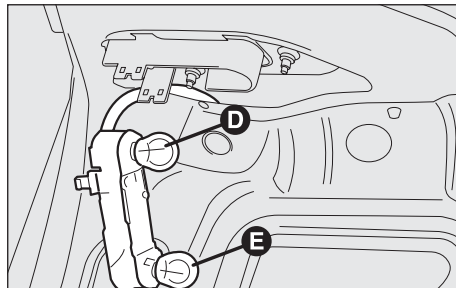

fig. 42
– Enlever et remplacer l'ampoule concernée (de type sphérique à baïonnette) en la poussant légèrement et en la tournant dans le sens inverse des aiguilles (**fig. 42**):